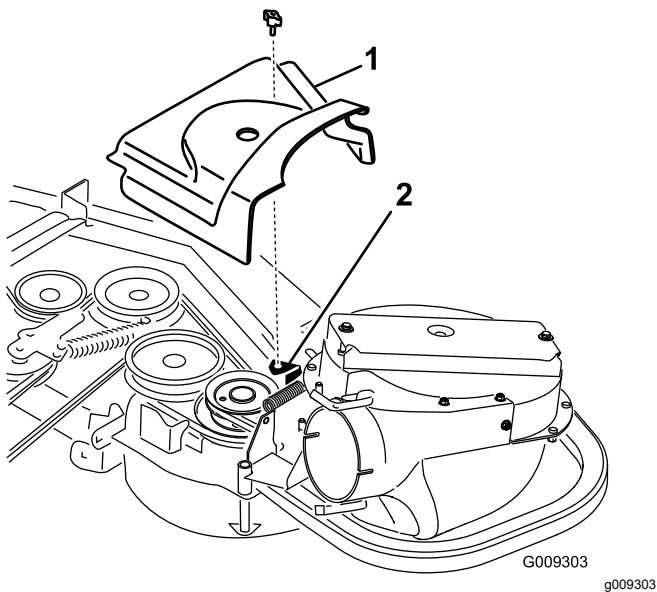

Figure 33
2. Montez le nouveau protège-courroie de sorte que les crans situés de chaque côté passent par-dessus les supports du capot et fermez le verrou (Figure 32 ou Figure 33).